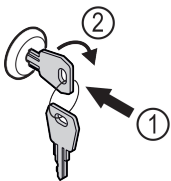

Fig. 172
- ▶ 按入钥匙 Fig. 172 (1)。
- ▶ 将钥匙顺时针转动 90° Fig. 172 (2)。